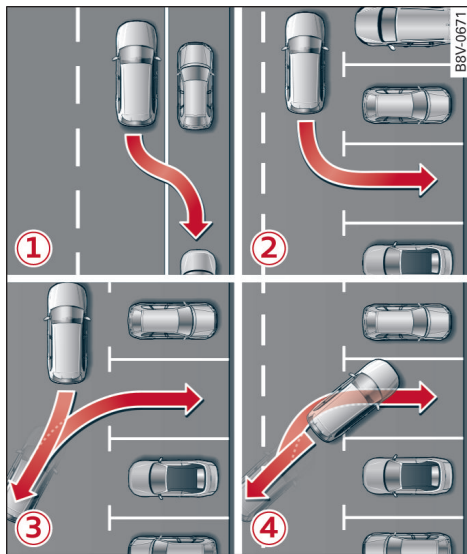

图 130 泊车可能性概览
- 您也可以自己前行驶上一个横向的停车位，然后启用系统。但是，车前端此时应已进入停车位④⇒130 页，图 130，感应器因此可以对车位进行测量。